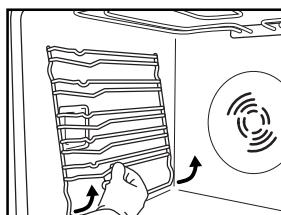

Fig. 3
- Retire as grelhas do suporte lateral para acessórios (Fig. 3).
2. Retire as grelhas do suporte lateral para acessórios, se existentes (Fig. 3).